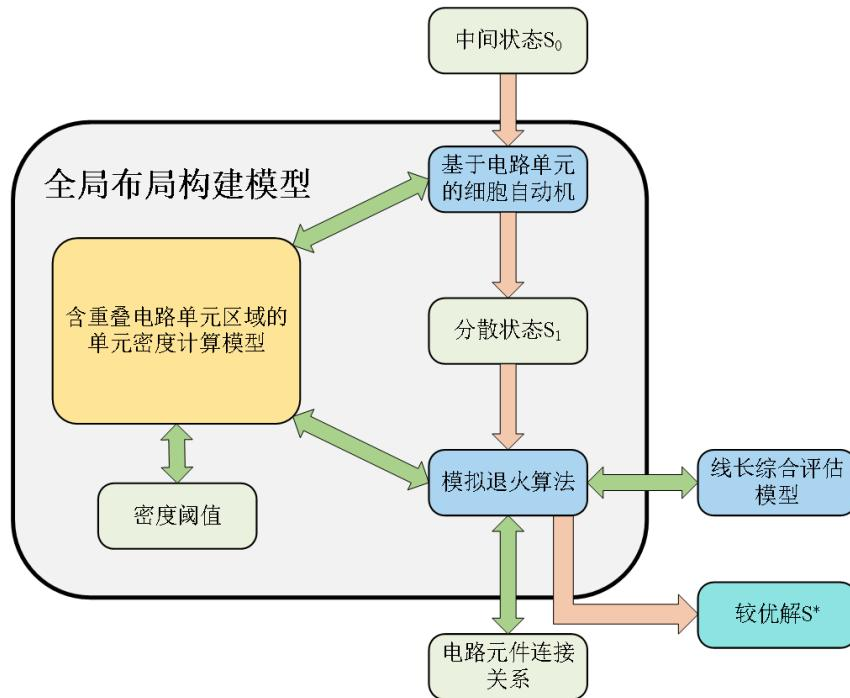

图 4 全局布局构建模型示意图
- (1) 利用含重叠电路单元区域的单元密度计算模型来获取解  $S_0$  的单元格密度；
- (2) 利用基于电路单元的细胞自动机算法来使较为集中的中间状态分散开来，在这一过程中，减小了电路单元的重叠程度，使得电路单元的分布呈现为较为合理的分散状态  $S_1$ ，同时满足了单元密度阈值的约束。
- (3) 在细胞自动机算法给出的初步状态  $S_1$  的基础上，使用模拟退火算法进行随机搜索，以最小化总线长为目标，单元密度阈值为限制条件，给出最终全局布局的一个较优解  $S^*$ 。全局布局构建模型的示意图如图4。